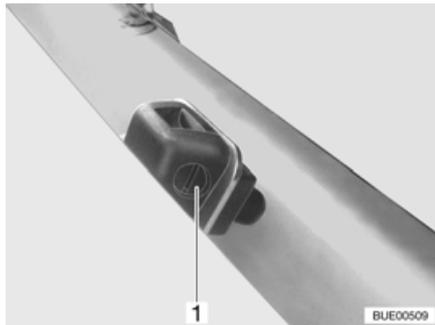

Fig. 41 Boquillas de limpiaparabrisas
- Ajustar: ■ Girar el tornillo de ajuste (Fig. 41,1) con un destornillador apropiado hasta que se alcance la posición deseada.